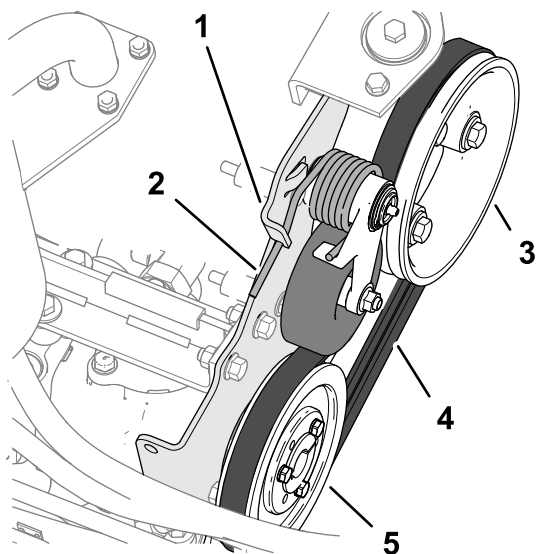

Figura 79
2. Presione hacia abajo el extremo del muelle de tensión de la correa, sáquelo de la muesca en la pestaña del soporte de la bomba y mueva el extremo del muelle hacia delante (Figura 79).